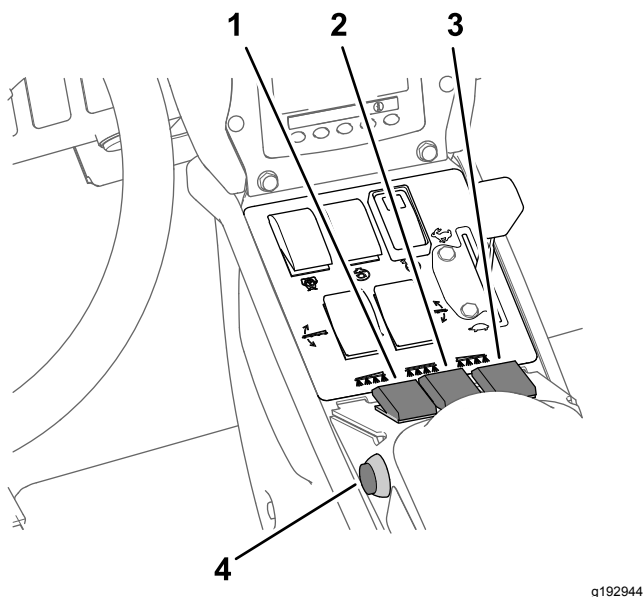

Bild 36
7. Stellen Sie die Sprühabschnittsschalter in die EIN-Stellung (Bild 36).
10. Fahren Sie mit der gewünschten Geschwindigkeit und stellen Sie den Hauptabschnittsschalter in die EIN-Stellung, um mit dem Sprühen zu beginnen (Bild 36).
3. Stellen Sie den Hauptabschnittsschalter in die AUS-Stellung, siehe Bild 36 in Sprühen im Dosierungsmodus \(Seite 37\).
7. Stellen Sie die Schalter der einzelnen Abschnitte nach Wunsch in die EIN-Stellung, siehe Bild 36 in Sprühen im Dosierungsmodus \(Seite 37\).
9. Fahren Sie mit der gewünschten Geschwindigkeit und stellen Sie den Hauptabschnittsschalter in die EIN-Stellung, um mit dem Sprühen zu beginnen, siehe Bild 36 in Sprühen im Dosierungsmodus \(Seite 37\).